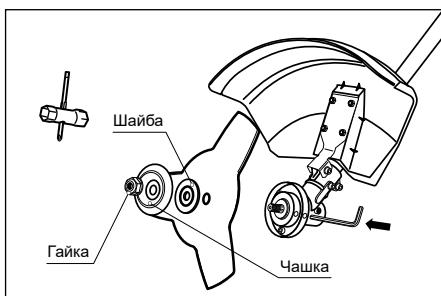

Рис. 9
- Установите режущий нож на фланцевую шайбу. Убедитесь, что режущий нож правильно отцентрирован и лежит на проточке шайбы. Установите прижимную шайбу. Установите на вал чашку крепления (рис. 9).
5. Удерживая стопорный стержень одной рукой, надежно затяните гайку трубчатым ключом (входит в комплект), поворачивая ее против часовой стрелки (рис. 9).